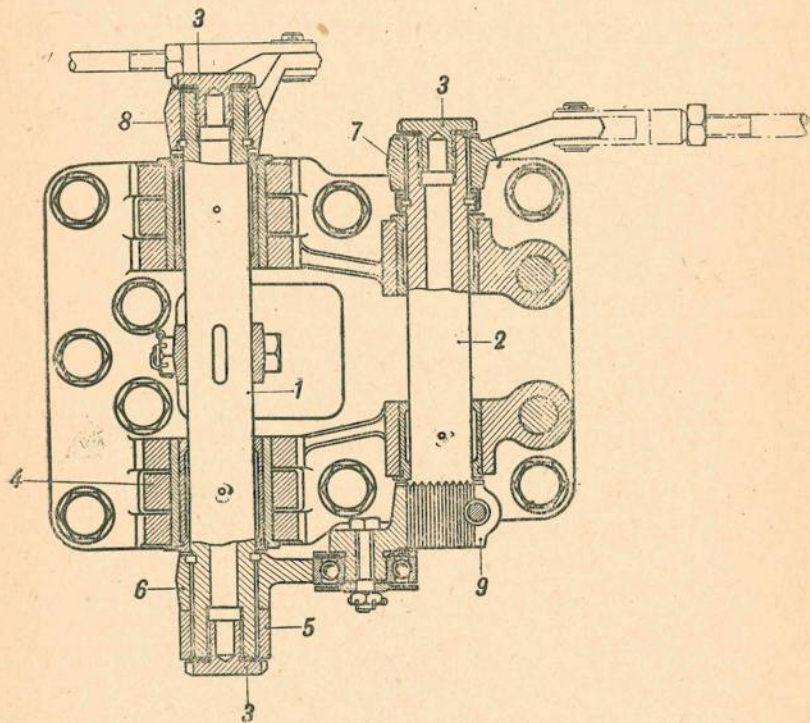

Рис. 137. Кронштейн тормоза
(рис. 137—139)
6. Пригнать шпонку (12×40 мм) по гнезду валика 1 и рычага и вынуть ее из гнезда (рис. 137).